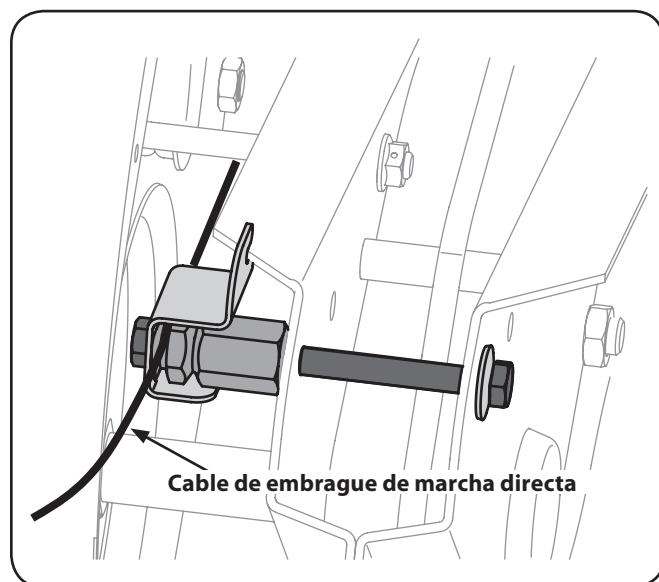

Figura 3-1
1. Identifique el cable del embrague de marcha hacia adelante. Vea la Figura 3-1.